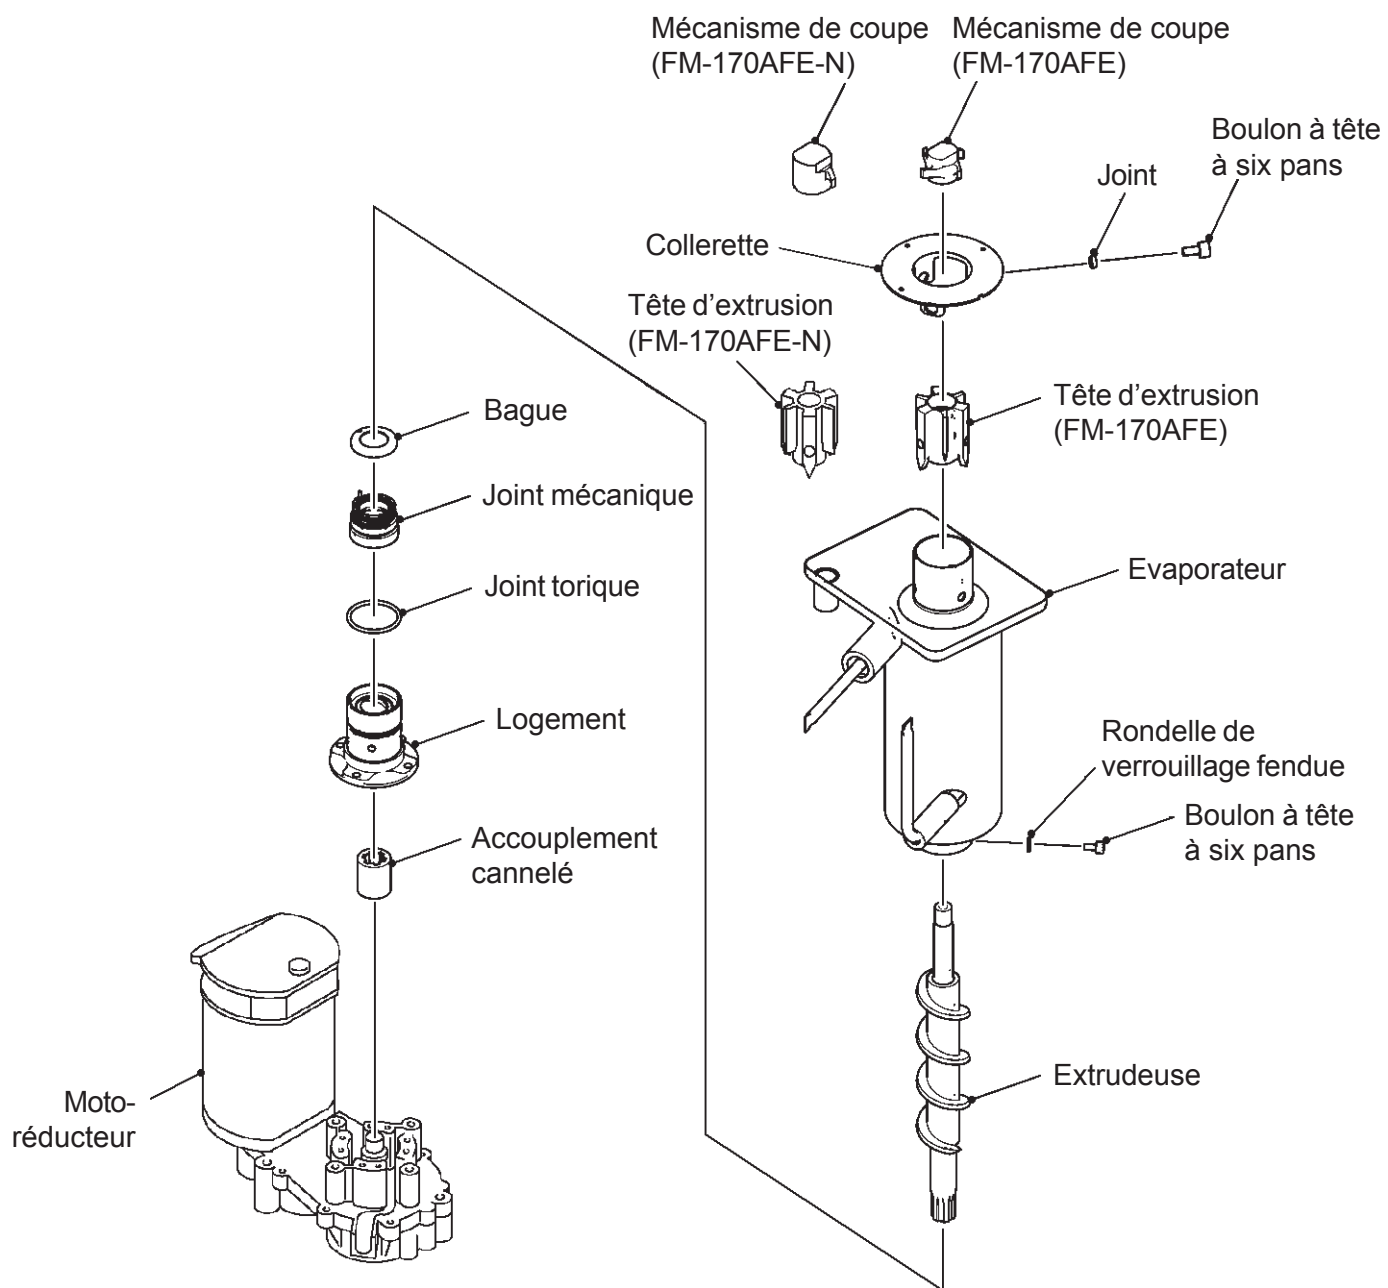

Fig. 9
6. ENSEMBLE EVAPORATEUR - Voir la figure 9